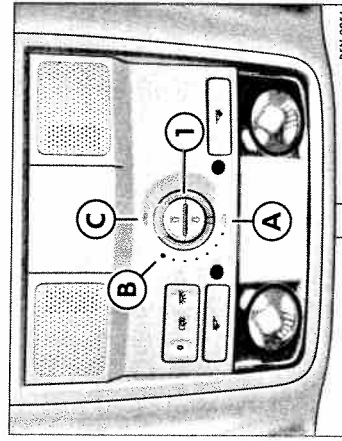

Fig. 37 Comutatorul rotativ pentru plafonul panoramic.
Un plafon panoramic deschis în urma întâmpinării unui obstacol se poate închide dacă trageți comutatorul rotativ ⇒ fig. 37 ① în poziția ④ în zona din spate, timp de 5 secunde, până când plafonul panoramic se închide complet. Trebuie să aveți grijă, deoarece plafonul panoramic nu se închide cu limitarea forței.